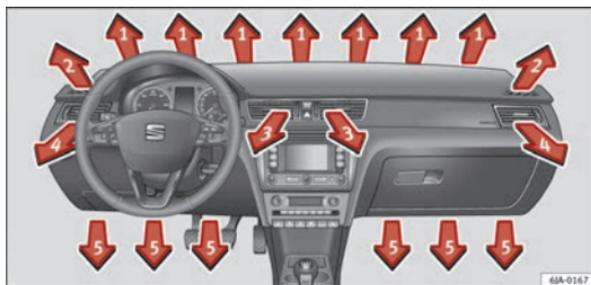
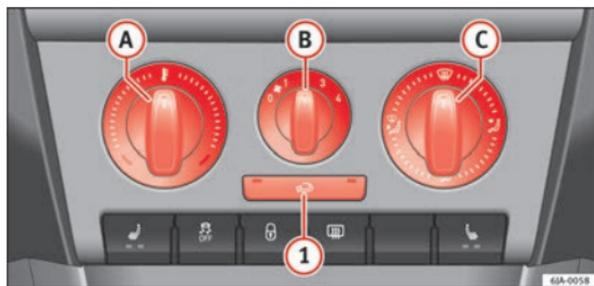

Fig. 96 Diffuseur d'air
Fig. 97 Chauffage : éléments de commande
- Pour modifier la hauteur de circulation de l'air, changez la position de la commande vers le haut ou vers le bas ⇒ fig. 96.
La commande  ⇒ fig. 97 permet de régler la sortie d'air des diffuseurs. Il est possible d'ouvrir et de fermer les diffuseurs 3 ⇒ fig. 96 et 4 individuellement.
- La température augmente en tournant la commande **A** ⇒ fig. 97 vers la droite.
- Activez le ventilateur en tournant la commande **B** ⇒ fig. 97 vers les positions 1 à 4.
- En tournant la commande **C** ⇒ fig. 97 vous réglez l'arrivée d'air à travers les diffuseurs correspondants ⇒ page 134, Diffuseurs d'air.
Tous les éléments de commande, à l'exception de la commande **B** ⇒ fig. 97, peuvent être placés en position intermédiaire.
- Commandes Ⓐ ⇒ fig. 97 ⇒ page 135, Ⓑ, Ⓒ et touche ①.
- Appuyez sur la touche  ① ⇒ fig. 97 ⇒ page 135 et le témoin de la touche s'allume.
- Appuyez de nouveau sur la touche  ① ⇒ fig. 97 ⇒ page 135 et le témoin de la touche s'éteint.
Si le diffuseur d'air Ⓒ ⇒ fig. 97 ⇒ page 135 se trouve sur la position , le recyclage se désactive automatiquement. Appuyez sur la touche  pour réactiver le recyclage de l'air ambiant sur cette position. ▶